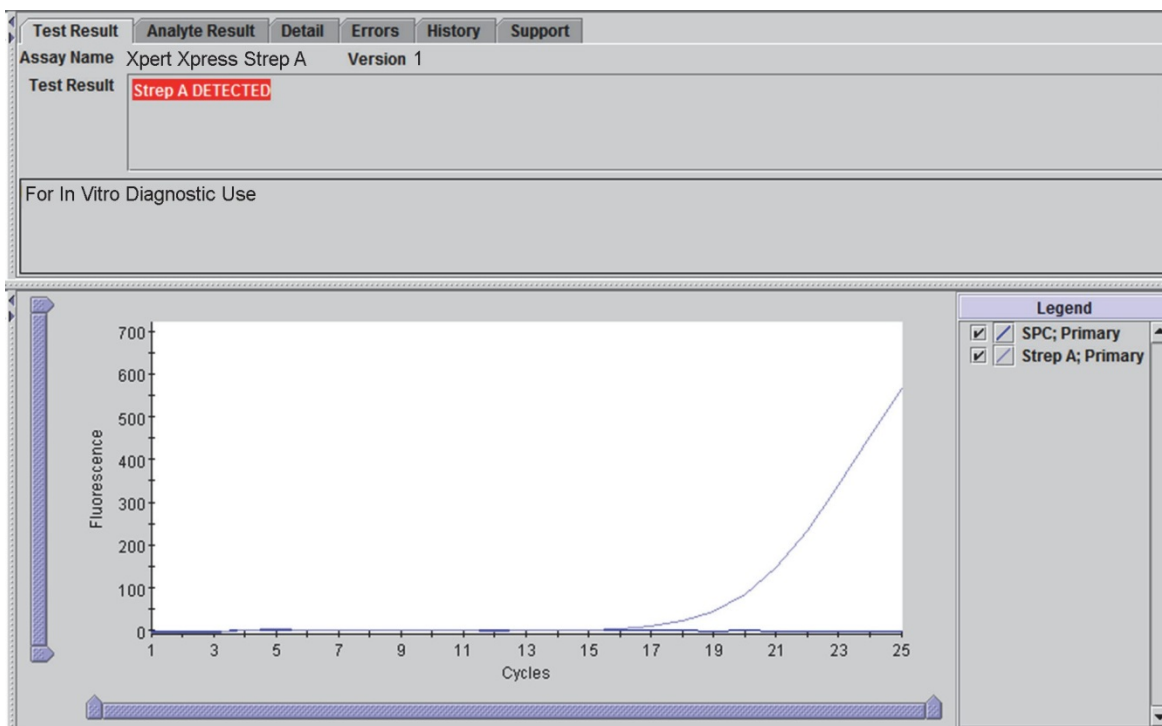
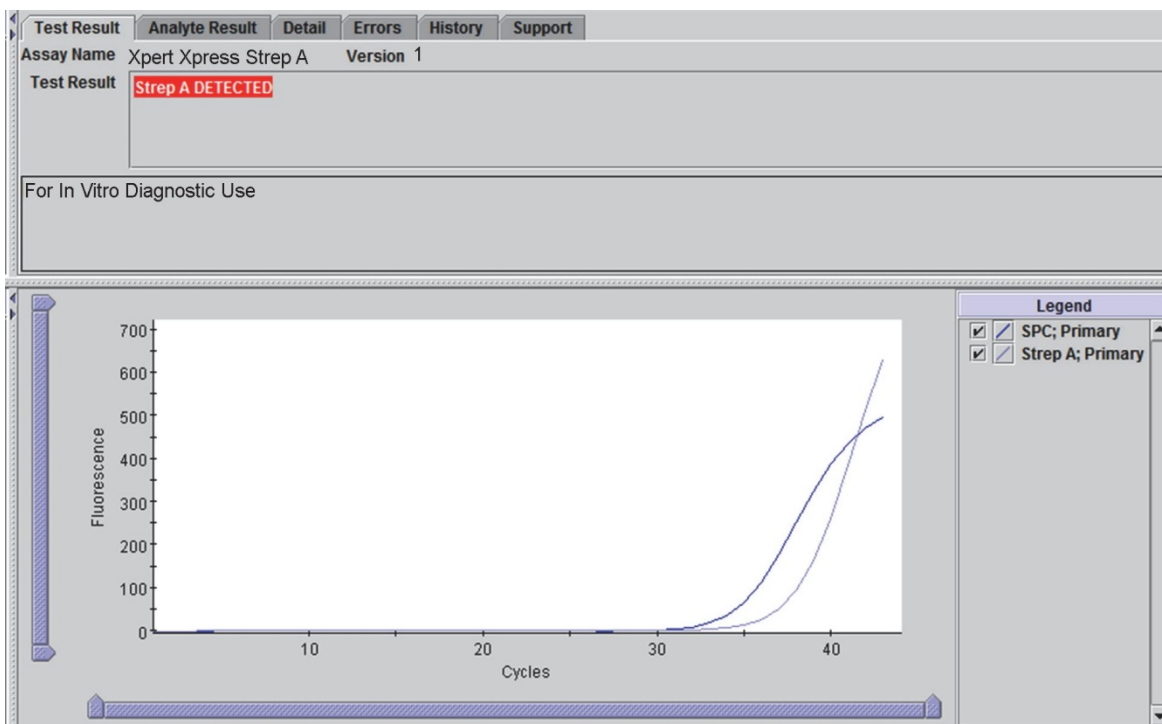

Figura 6. Ejemplo de resultado de la prueba positivo para estreptococos A «Strep A DETECTADO» (Strep A DETECTED) (terminación precoz del ensayo)
Figura 7. Ejemplo de resultado de la prueba positivo para estreptococos A «Strep A DETECTADO» (Strep A DETECTED)
Strep A DETECTADO (Strep A DETECTED) (Consulte la Figura 6 y la Figura 7)	Se detecta el ADN diana de Strep A. <ul style="list-style-type: none"> • Strep A – El Ct está dentro del rango válido. • SPC – N/A (NA) (no aplicable); la señal del SPC no es parte del algoritmo de interpretación de los resultados si se detectan estreptococos A, ya que la señal del SPC puede suprimirse debido a la competición con Strep A. • PCC – SUPERADO (PASS); todos los resultados de la comprobación de la sonda superan la comprobación.